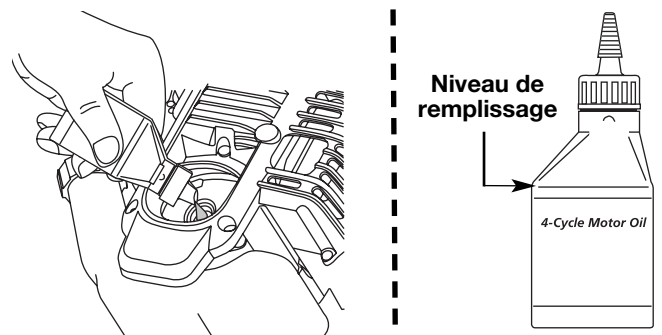

Fig. 21
6. Si le niveau est trop bas, ajoutez un peu d'huile par l'orifice et revérifiez (Fig. 21). Continuez jusqu'à ce que le niveau d'huile atteigne le haut de la jauge.
- REMARQUE :** Mesurez la quantité nécessaire à l'aide de la bouteille et de la buse utilisées lors de la mise en service. 90 ml (3,04 oz) correspond environ au haut de l'étiquette de la bouteille (Fig. 21). Vérifiez le niveau d'huile avec la jauge. S'il est trop bas, ajoutez un peu d'huile par l'orifice et revérifiez (Fig. 21). Ne remplissez pas trop.